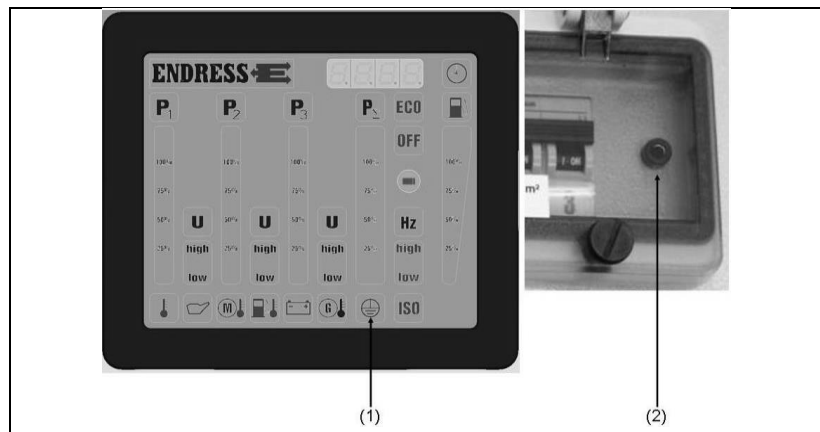

Abb. 4-6: Schutzleiter prüfen
1. Prüfkabel in Buchse (Abb. 4-6-(2)) einstecken.
- ✓ Die Prüflampe (Abb. 4-6-(1)) am Multifunktionsdisplay zeigt das Ergebnis an: